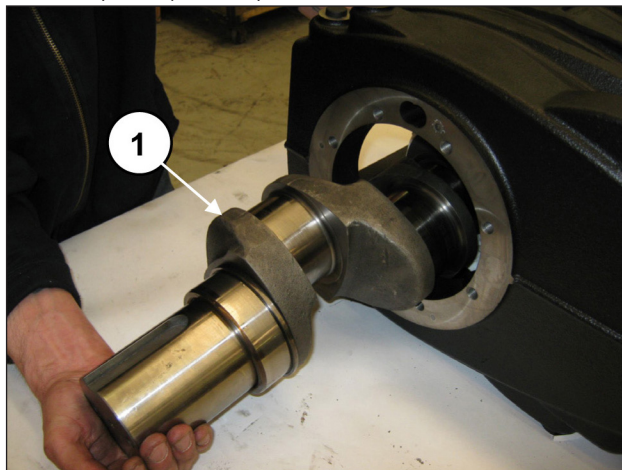

Abb. 31
Ziehen Sie von Zapfwellenseite die Kurbelwelle aus dem Gehäuse (Pos. ①, Abb. 31).